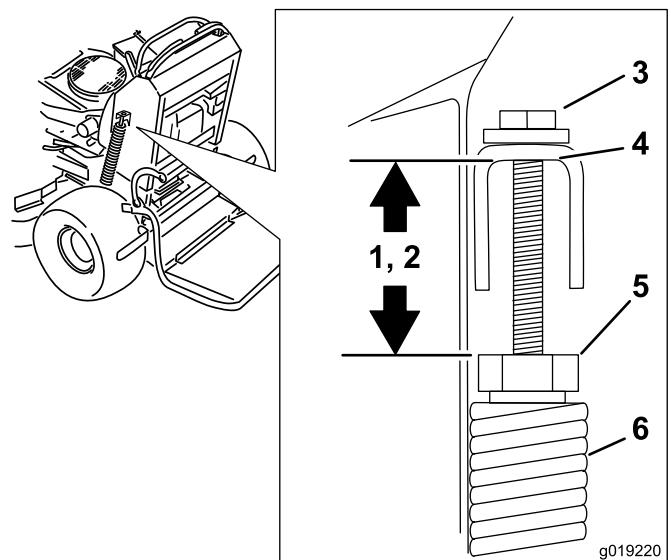

Figure 99
2. Vérifiez la distance entre l'écrou de ressort et le bas du support en U soudé (Figure 99).
3. La distance doit être comprise entre 47 et 50 mm (1,8 et 2 po) pour les tabliers de coupe de 122 et 132 cm (48 et 52 po) et entre 43 et 46 mm (1,7 et 1,8 po) pour les tabliers de coupe de 152 cm (60 po) (Figure 99).
4. Au besoin, réglez la distance en ajustant le boulon en haut du support en U (Figure 99).